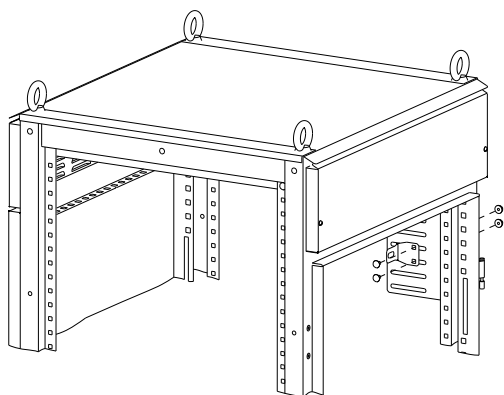

Рисунок 16
8.1.1 Приложите Кронштейн к предварительно смонтированной Пластины установочной с внутренней стороны корпуса. Вставьте по очереди в квадратные отверстия два болта М6х10 и закрепите гайками М6 (рисунок 16). Момент затяжки 5 Н·м.